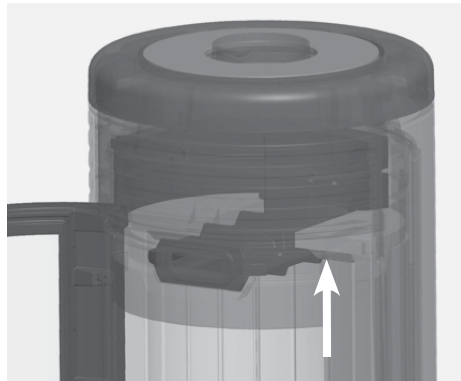

Abb. 4.32 Umlenksteine anheben
- Heben Sie die Umlenksteine ein Stück an (siehe Abb. 4.32),